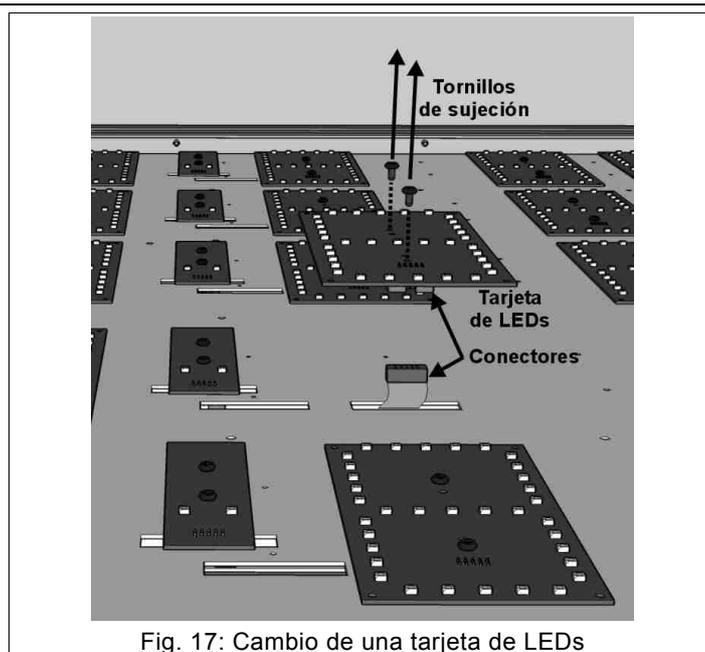

Fig. 17: Cambio de una tarjeta de LEDs
2. Quite los tornillos de sujeción de la tarjeta que hay que cambiar (Fig. 17); saque un poco la tarjeta de su posición para poder sacar el conector del cable de conexión plano.